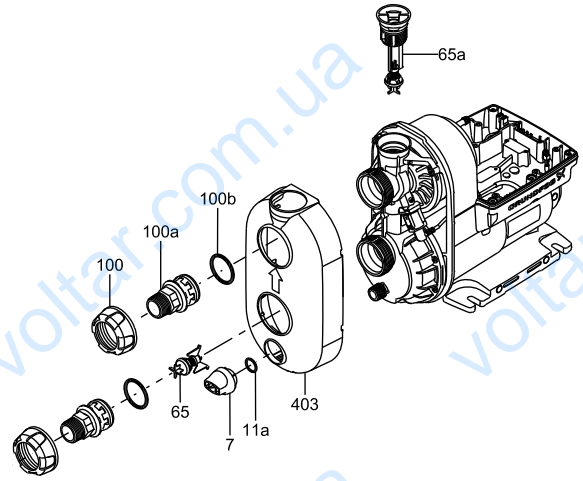

Рис. 5 Снятие ниппелей и крышки
- Медленно отвернуть обратный клапан (65а), чтобы сбросить давление в насосе (см. рис. 5).
- Снять пробку сливного отверстия (7), чтобы опорожнить установку (см. рис. 5).